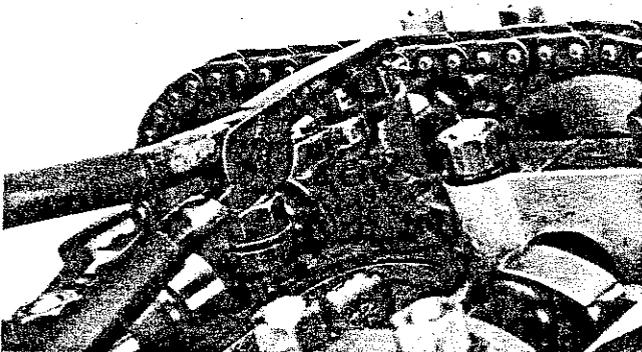

Fig. 33
3) Se l'avvertenza è stata rispettata, l'apertura della catena capiterà all'incirca fra i due ingranaggi per cui sarà facile inserire la maglia di giunzione, piegando con l'apposita pinza il pezzetto di filo di acciaio armonico (\varnothing mm 1 - lunghezza mm 20) di fermo (Fig. 33).
3) If the advise has been followed, the cam chain ends will meet more or less at midway between the sprockets, and then it will be easy to fit the connecting link and to bend the piece of steel safety wire (1 mm dia - 20 mm length) (Fig. 33).